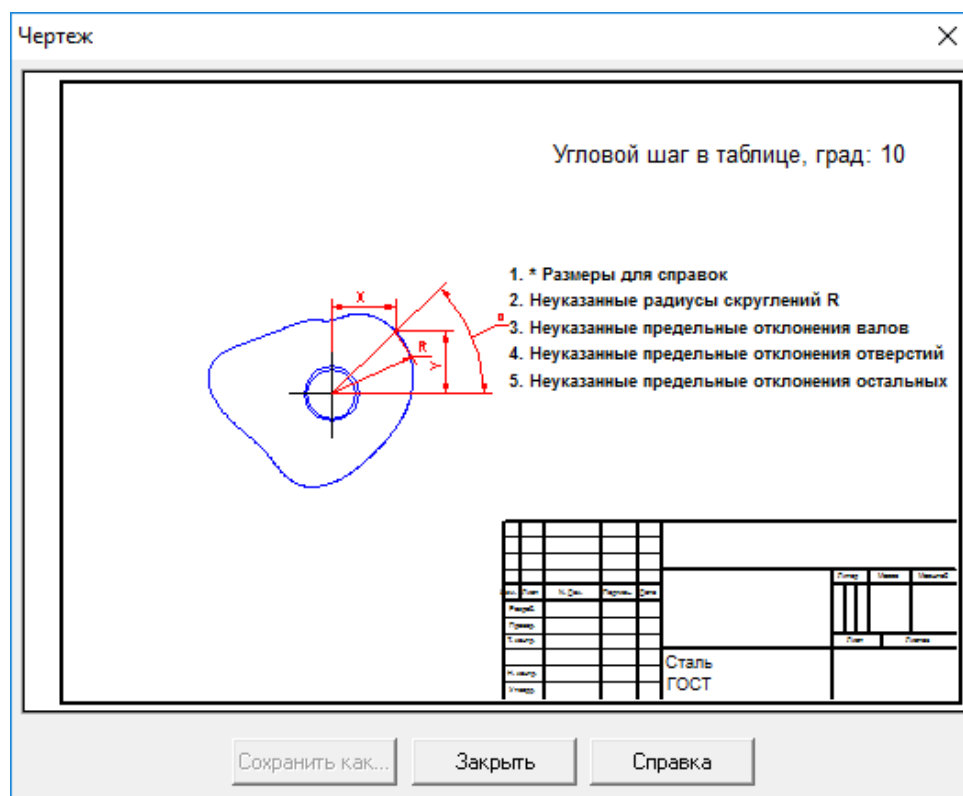

Рис. 11.6
Для генерации чертежа спроектированного кулачка следует нажать кнопку «**Чертеж**»  (меню **Чертеж...**). Это приведет к открытию диалогового окна «**Черчение**» (рис. 11.6), в котором необходимо сделать некоторые настройки.
7.2. Задание углового шага вывода данных профиля кулачка. Двойной щелчок левой кнопкой мыши в правом верхнем углу окна «Черчение» (рис. 11.6), вызывает открытие диалогового окна «Угловой шаг». В поле ввода этого окна можно изменить угловой шаг, с которым в таблице будут выводиться значения профиля кулачка.